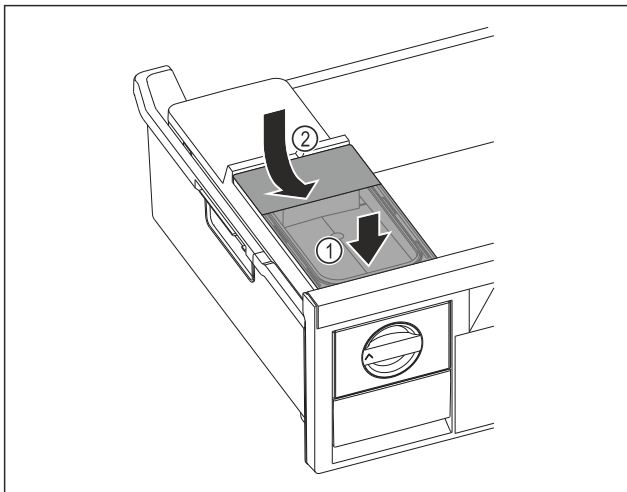

Fig. 68
- ▶ Așezați în față rezervorul de apă. Fig. 68 (1)
- ▶ Coborâți în spate rezervorul de apă. Fig. 68 (2)